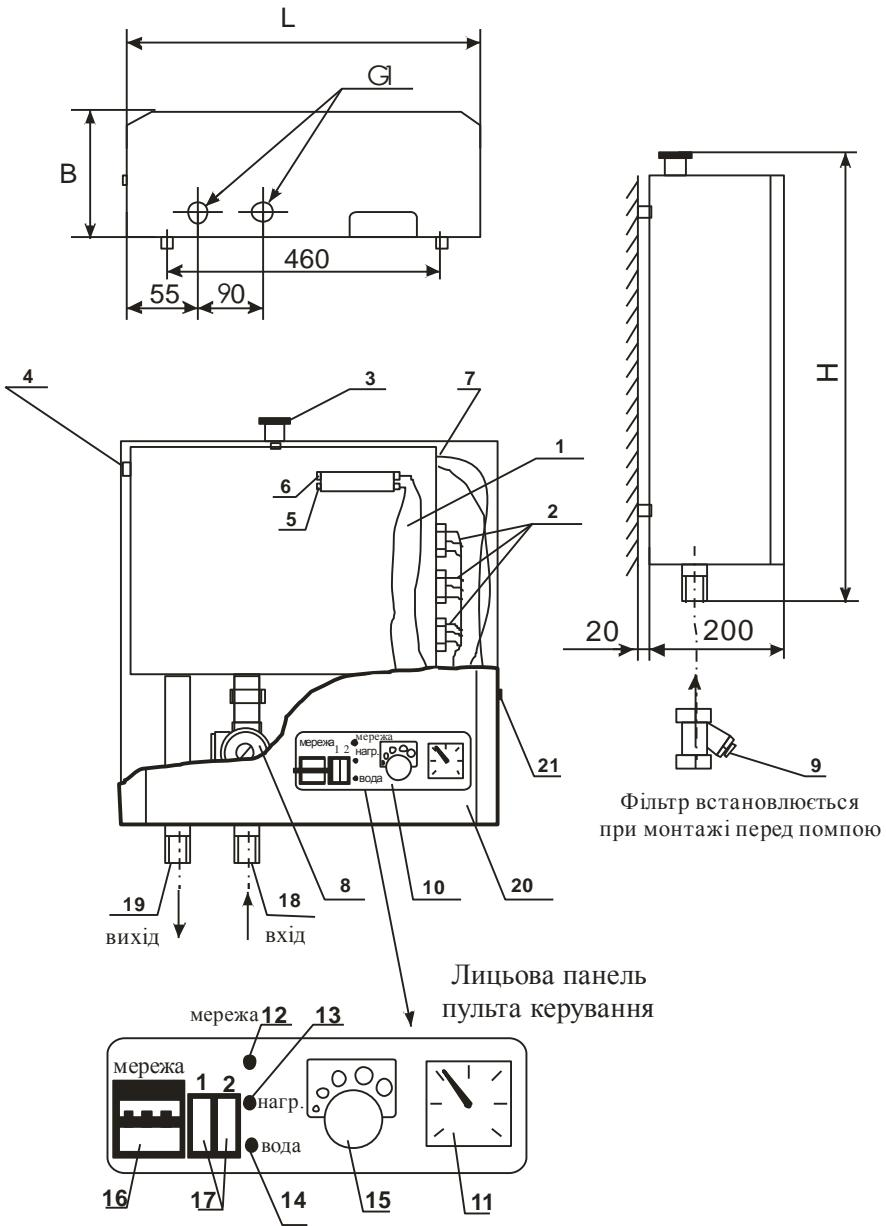

Рис.2 Апарат електричний водогрейний КЕО-6-24/380-Н
**5.1** КЕО-Н є конструкцією, що складається з окремих вузлів, розміщених усередині сталевого корпусу у формі паралелепіпеда (див. рис.2). КЕО-Н закріплюється на стіні вертикально і підключається до системи опалювання і електромережі (див. рис.1).
**5.2** Основні вузли КЕО-Н (див. рис.2): бак (1) - сталева теплоізольована по зовнішній поверхні місткість прямокутної форми зі встановленими блоками ТЕН (2), воздуховідводчиком (3), датчиком системи аварійного відключення - «сухий хід» (4), капілярами термометра (5), терморегулятора (6) і обмежувача температури (7); циркуляційна помпа (8) з фільтром грубого очищення (9); пульт управління: – конструкція, виконана з листової сталі з розміщеними на ній елементами. На лицьовій панелі пульта управління розміщені: термометр (11); світлодіоди наявності електроживлення (12), режимів нагріву (13) і аварійного відключення (14); ручка терморегулятора (15) і вимикач (16); сталеві патрубки – для підведення (18) теплоносія в бак і відведення (19) його в систему опалювання.